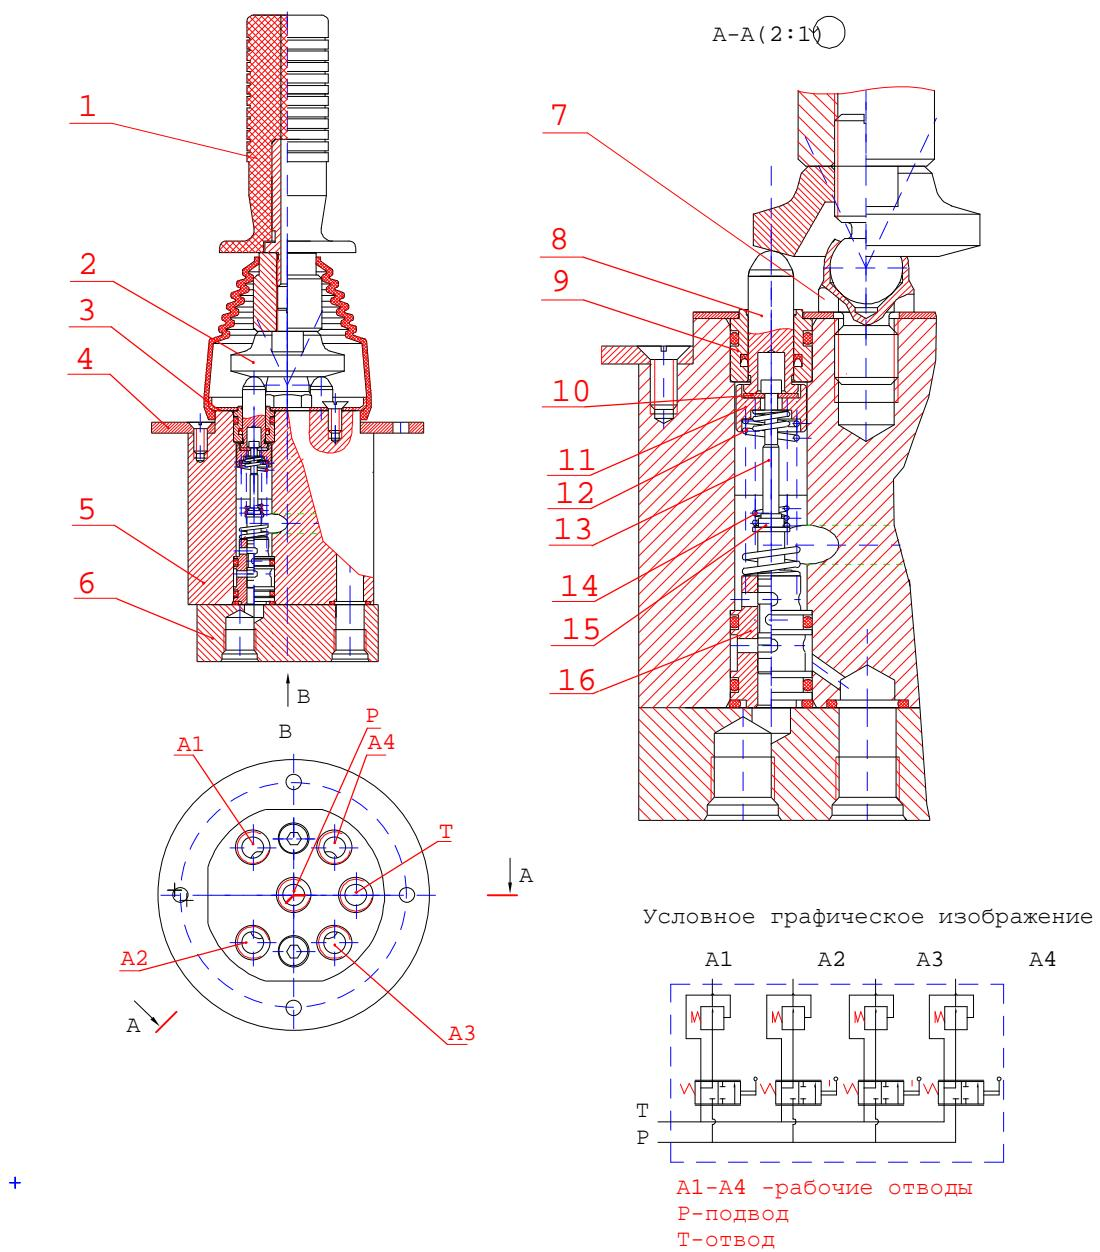

Рис. 39 Блок управления с одним рычагом
1) **блок управления I** (рис. 39) - четырехзолотниковый с рычагом управления на шаровом шарнире, с возможностью одновременного включения одного или двух смежных золотников с возвратом в нейтральное положение рычага при снятии с него управляющего усилия;